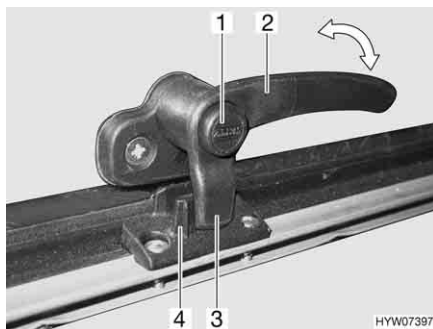
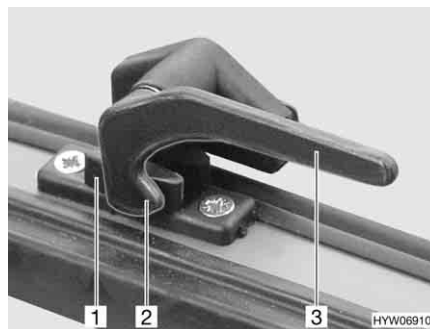

Bild 66 Låsarm med låsknapp i läget "stängd"
Bild 67 Låsarm i läget "stängd"
- Tryck på låsknappen (Bild 66,1) om sådan finns och håll den nedtryckt.
- Sväng låsarmen (Bild 66,2 eller Bild 67,3) ett kvarts varv mot fönstrets mitt.
- Sväng låsarmen (Bild 66,2 eller Bild 67,3) ett kvarts varv mot fönsterkarmen. Låsspaken (Bild 66,3 eller Bild 67,2) på låsarmen sitter helt på fönsterlåsets insida (Bild 66,4 eller Bild 67,1).
- I läget "helt stängt" (Bild 66 och Bild 67)